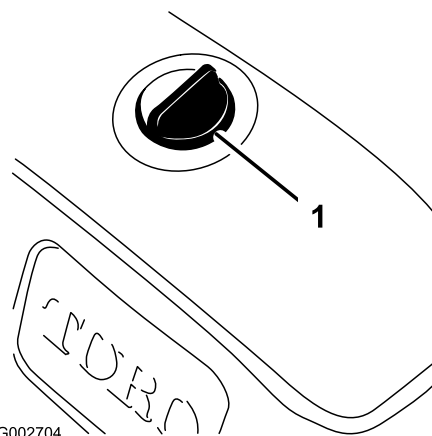

Figura 8
3. Limpe a área em torno da tampa do depósito de óleo hidráulico para evitar que entrem detritos no depósito (Figura 8).